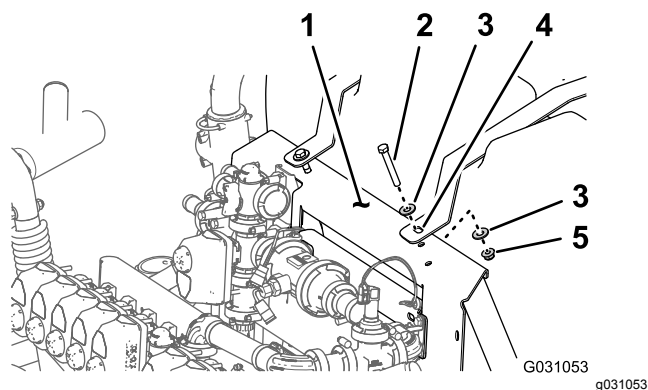

Figura 102
- A. Alinee el orificio del fleje del depósito de enjuague con el orificio en el bastidor del distribuidor (Figura 102).
- B. Monte el fleje en el bastidor (Figura 102) con los 2 pernos (3/8" x 2 3/4"), las 4 arandelas (3/8") y las 2 contratuercas con arandela prensada (3/8") que retiró en el paso 5C de Preparación del depósito de fumigación y del depósito de enjuague opcional (página 7).
- C. Apriete el perno y la contratuerca a mano (Figura 102).